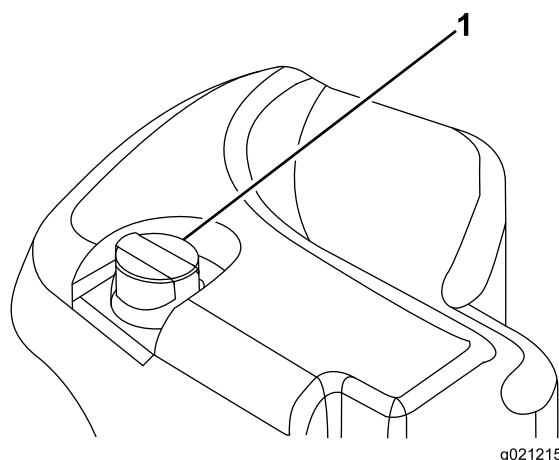

図 32
2. 油圧オイルタンクの注油口周辺をきれいに拭き、キャップを外す 図 32。